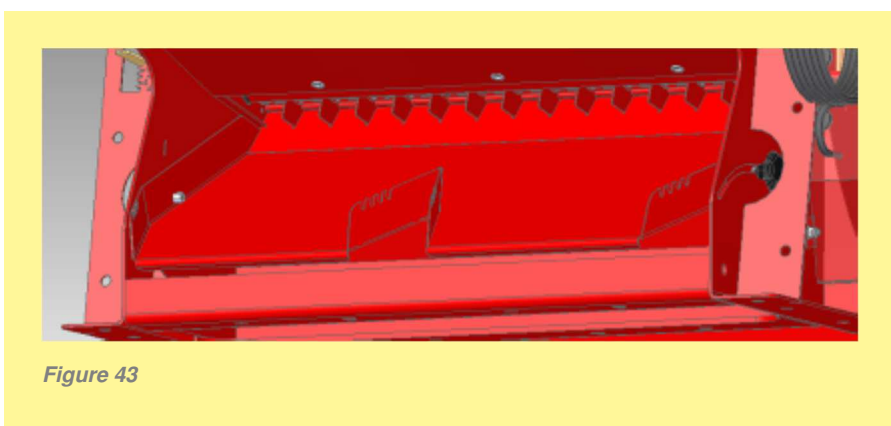

Figure 43
2. Desserrez les deux vis latérales à poignée en étoile de la tôle de vidange et tirez la tôle vers le haut dans les trous oblongs, de sorte qu'elle soit placée entre les tôles du séparateur. Ensuite, fixez-la à nouveau avec les vis à poignée en étoile (Figure 43).